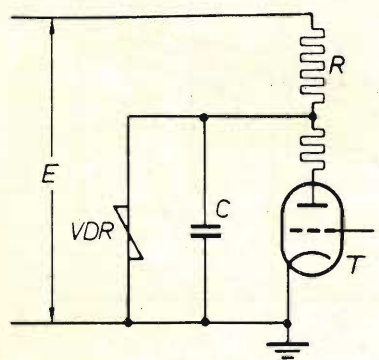

Fig. 9
La corrente anodica di un tubo elettronico (p. es. il triodo T della fig. 9) attraversa in generale una o più resistenze (R) in serie, circuito che porta la tensione disponibile E al valore desiderato della tensione anodica. Per evitare dannosi accoppiamenti, è stato previsto un condensatore C di filtro.